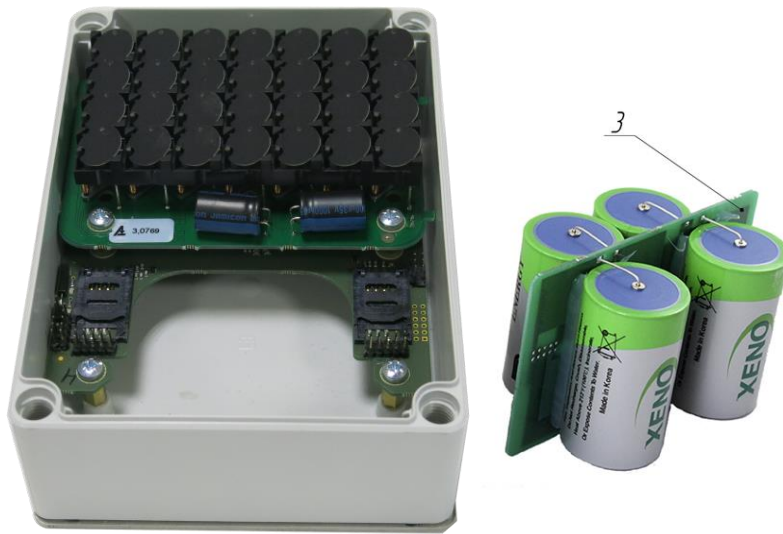

Рисунок 3.2
2) Подготовить батарейный блок - 3 (см. Рисунок 3.2).